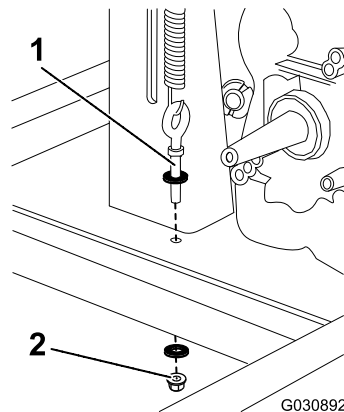
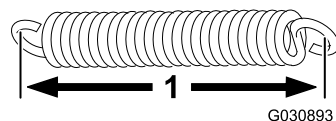

图55
图56
- A. 松开吊环螺栓的下螺母拧入螺栓的一端 图55。
4. 从内环到内环测量弹簧请参阅 图56。如果弹簧拉伸超过 8.9cm则更换弹簧。
5. 要增大弹簧张紧力从而提高皮带张紧力可以松开顶部吊环螺栓螺母并拧紧下螺母缩短吊环螺栓的高度 图55 和 图56。